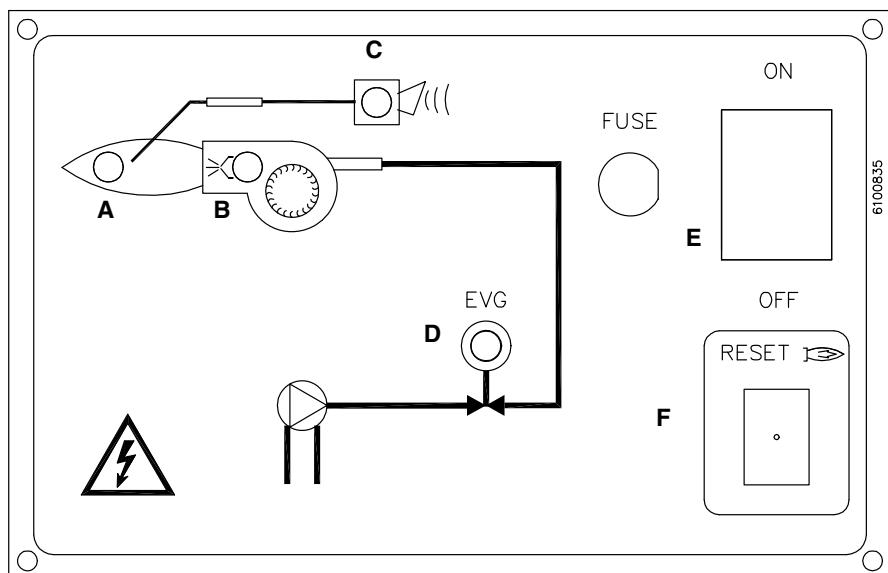
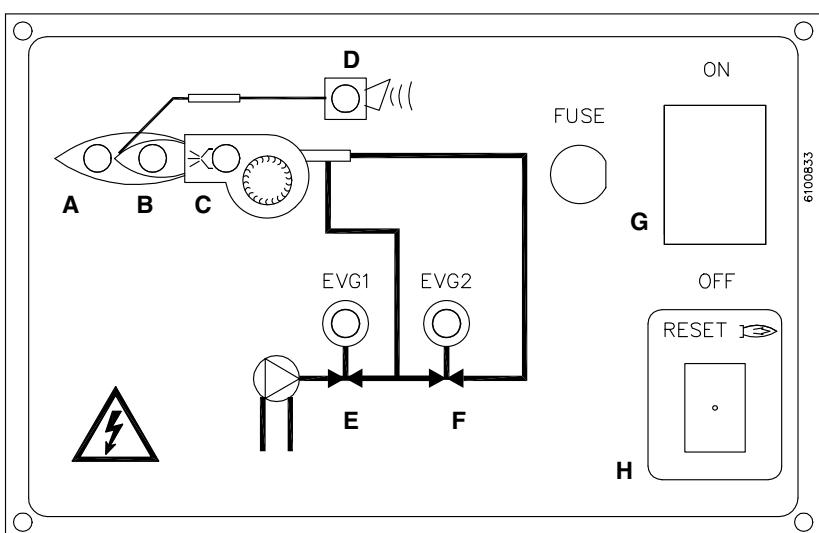

Рис. 20 - Одноступенчатые горелки
Рис. 21 - Двухступенчатые горелки
- 3 запустить горелку с помощью выключателя, находящегося на контрольной панели (переключить на **ON** - Рис. 20) и серии термостатов/реле давления;
- 3 запустить горелку с помощью выключателя, находящегося на контрольной панели (переключить на **ON** - Рис. 20) и серию терmostатов/реле давления;
- 5 выпустить воздух через штуцер манометра **M** насоса, расслабив слегка заглушку, но не снимая ее (Рис. 20).
- Убедиться в том, что электронный блок не заблокирован, при необходимости разблокировать его, нажатием на кнопку сброса блокировки (F на Рис. 20), расположенной на панели щита управления горелки.
- Убедиться в том, что электронный блок не заблокирован, при необходимости разблокировать его, нажатием на кнопку сброса блокировки (F на Рис. 20 и H на Рис. 21), расположенной на панели щита управления горелки.